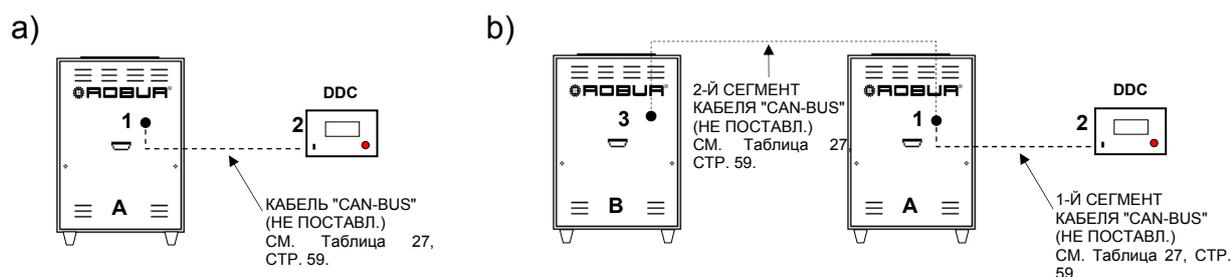

Рисунок 22 – Примеры сети "CAN BUS" с: а) 2 узлами = 1 "ACF" + 1 "DDC" б) 3 узлами = 2 "ACF" + 1 "DDC"
- Если аппарат "ACF" является **промежуточным узлом** сети (смотри Рисунок 22, стр. 60) выполнить также операцию из пункта 8.
- Если панель "DDC" - **промежуточный узел** сети (смотри Рисунок 22, стр. 60), выполнить также пункт 7;